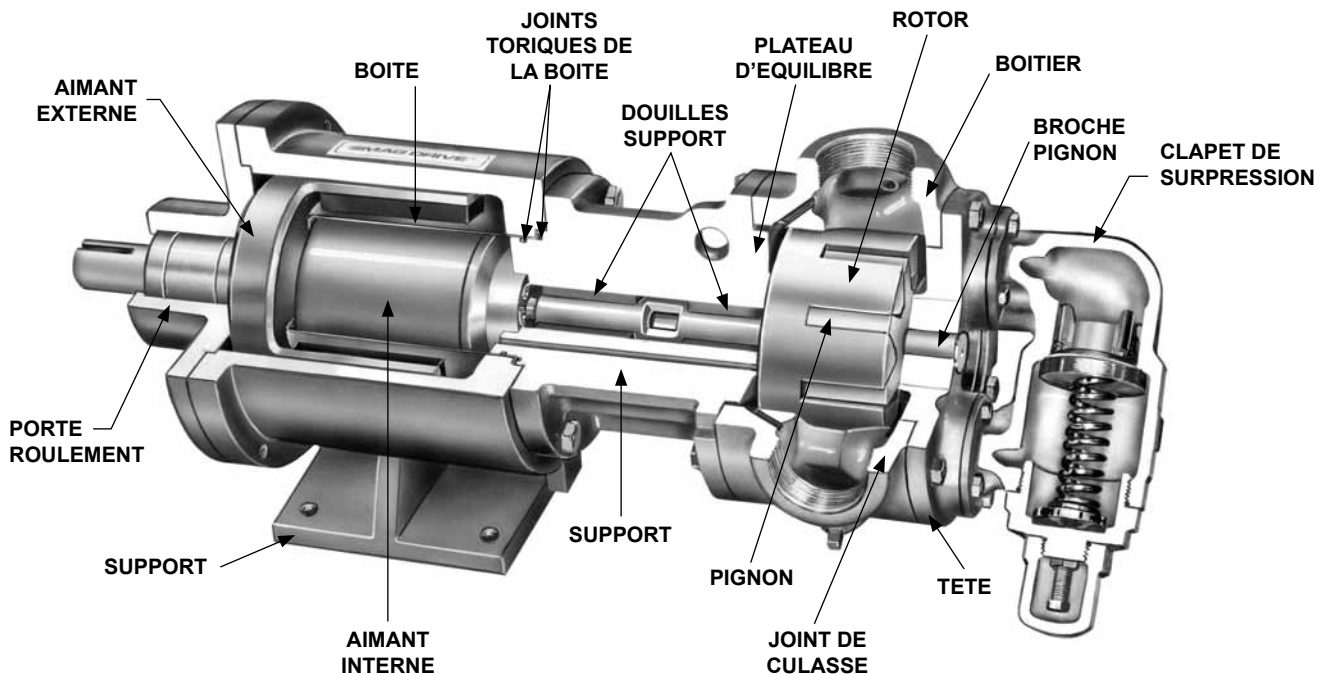

FIGURE 4
1. Pour le nom des pièces, voir **Figures 4, 5 & 6.**